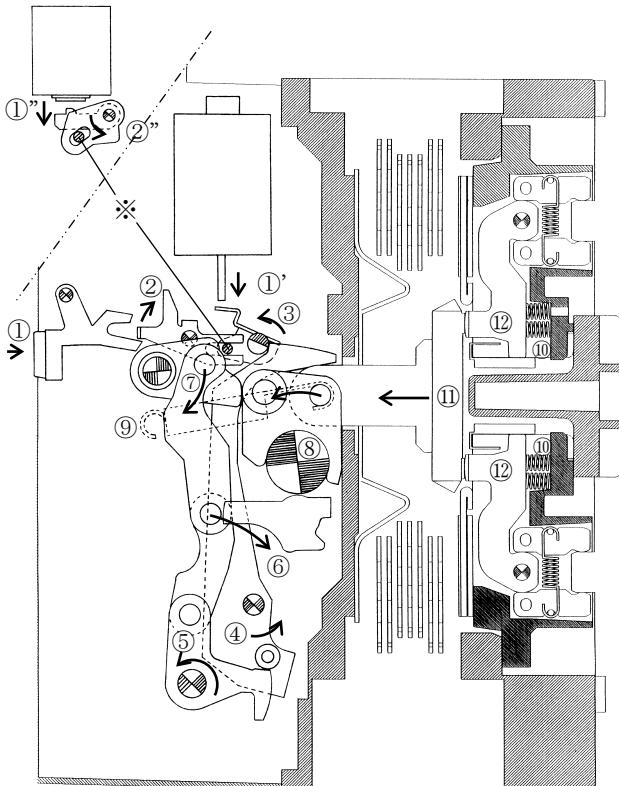

図 17 開路動作
遮断器がチャージ、開閉動作する際の、遮断器内部の操作機構部の動作を図14～図17に示します。
投入カム⑧はチャージレバー⑦に押し上げられ時計方向に回転し、投入リンク、トリップリンク⑨を直伸方向に押し出します。そして、投入リンク⑨につながっている投入トグルカム⑩が反時計方向に回転し、クロスバー⑪が時計方向に回転して、可動コンタクト⑫が固定コンタクト⑬に接触します。この時点では各部品は図17に示す位置に移動しています。